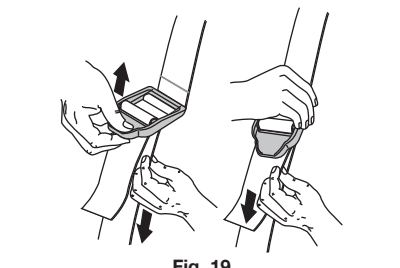

Fig. 19
- Ajuste la longitud de acuerdo a la medida del operador. Tire de la orejeta para alargarlo y tire de la correa para acortarlo (Fig. 19).